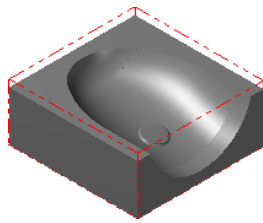

图 13.3 显示工件
Step4. 单击“机器群组属性”对话框中的 **✓** 按钮，完成工件的设置。此时零件如图 13.3 所示，从图中可以观察到零件的边缘多了红色的双点画线，双点画线围成的图形即为工件。